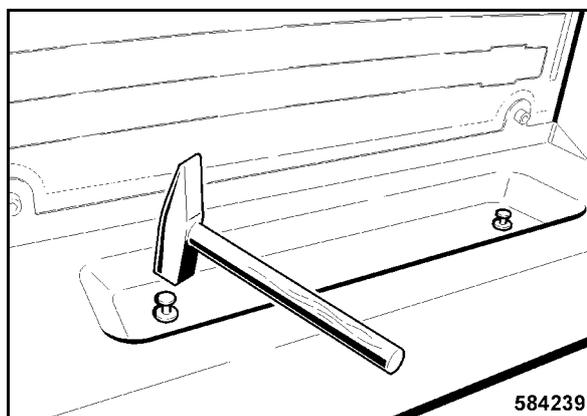

Рис. 225
- Вставить покрытие задней части и осторожно молотком вбить в отверстия пластмассовые крепления (Рис. 225).